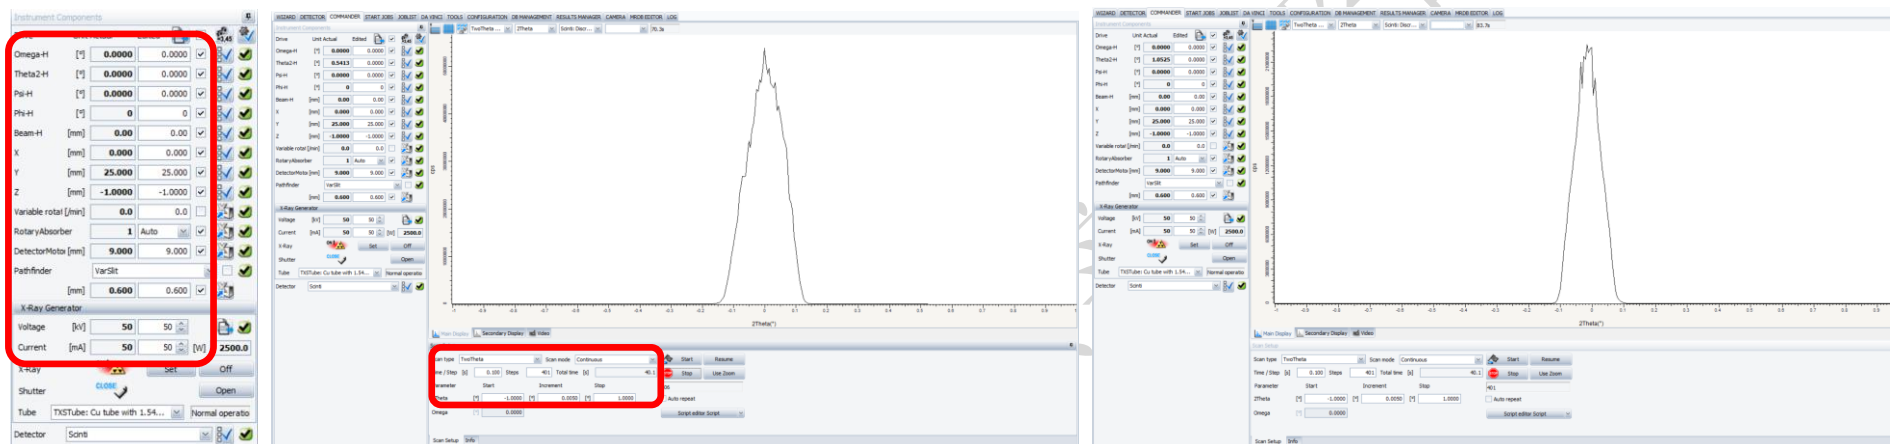

图 6-6 直射光强度检查
在检测直射光强度时, 不要装载样品到真空吸盘上, 也不要安装准直器, 所有马达设置见下文, 此时强度约为 5385 万 cps 左右; 然后装上 0.5 mm 准直器, 强度约为 2249 万 cps (图 6-6)。
6.6.1.3 扫描参数: Scan type: TwoTheta, Scan range: $-1 \sim 1^\circ$, Increment: 0.01 or 0.005°/step, Time/Step: 0.1 s/step, 此时峰位在 0° 左右 (图 6-6)。